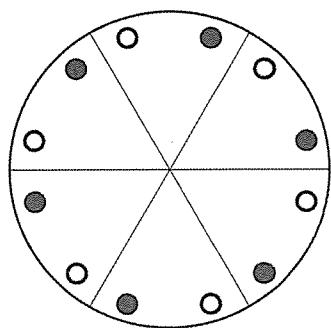
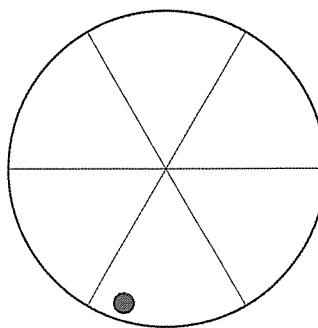
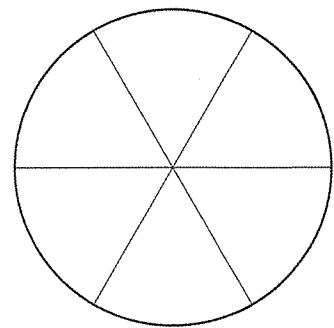

図1
図2
図3
(2) 下記の図1は、点群622における等価な極点をステレオ投影した図（極点のステレオ図）である。図2に極点を追記して点群32における極点のステレオ図を完成せよ。さらに図3に対称要素の記号を記入して点群32における対称要素のステレオ図を完成せよ。